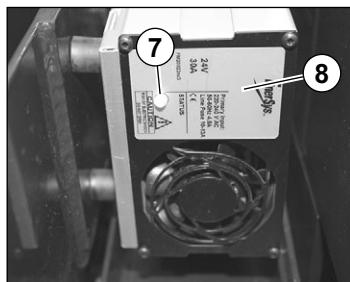

Fig. 28 Bagside af lader
- Tilslut kun laderen **6** til netstrøm og sikring. Se laderens typeskilt **8** (se fig. 28).
- ⇒ Når laderen er tilsluttet netstrømmen lyser LED'en 7 gult (se fig. 28). Opladningen starter automatisk.